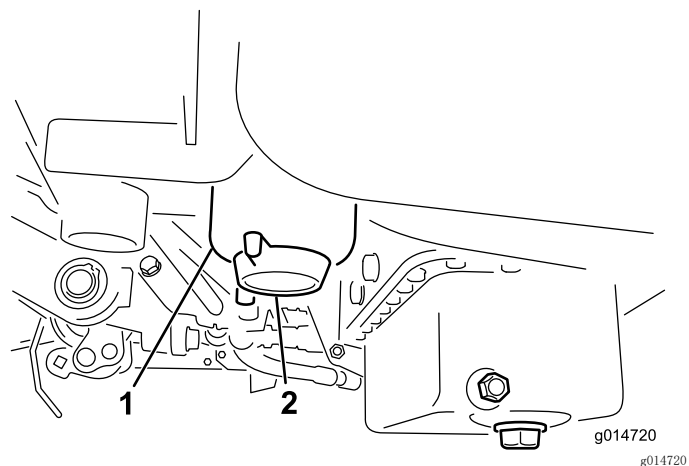

图28
3. 打开燃油滤清器上的排油塞，大约旋转一周，排干积水（图28）。